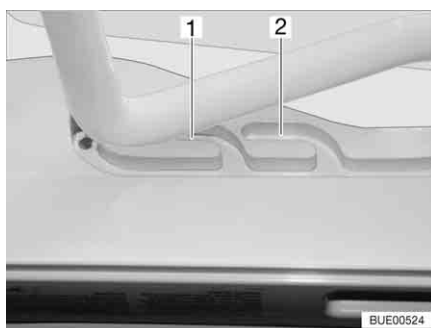
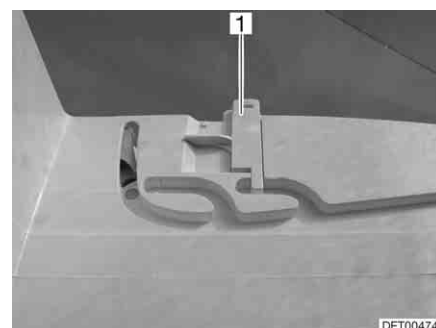

Fig. 61 Oblò Heki in posizione di ricircolo d'aria
Fig. 62 Bloccaggio della posizione di ricircolo d'aria
È possibile portare l'oblò Heki in due posizioni di ricircolo d'aria: Posizione brutto tempo (Fig. 61,1) e posizione centrale (Fig. 61,2). A seconda del modello è possibile bloccare l'oblò nella posizione centrale con il chiavistello (Fig. 62,1).
- Premere la staffa leggermente verso l'alto, spingerla nella guida selezionata (Fig. 61,1 o 2) ed eventualmente bloccarla.